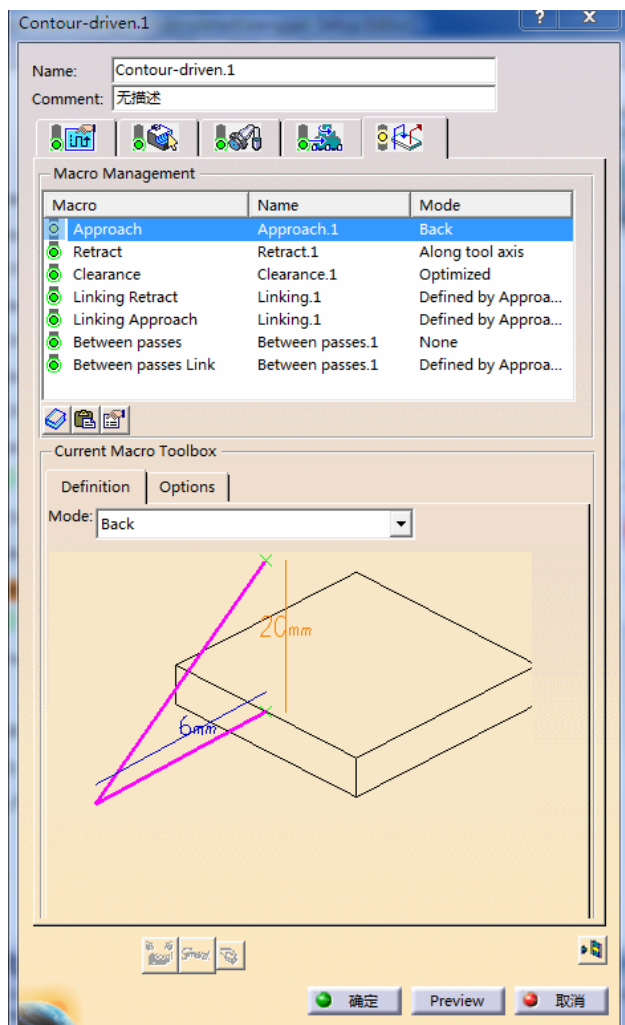

图 3-167 设置“Approach”参数(8)
- 在“Macro Management”区域的列表框中选择“Approach”, 单击鼠标右键, 在弹出的快捷菜单中选择 Activate 命令, 在“mode”下拉列表中选择“Back”, 单击尺寸 1.608, 在弹出的 Edit Parameter 对话框中输入 20, 设置“Approach”参数(8)如图 3-167 所示。